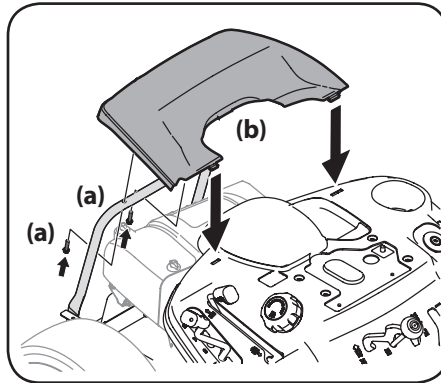

Figure 2-11
1. Retirez les deux vis hexagonales (a) installées en usine situées sur le couvercle du moteur (b). Conservez les vis pour utilisation ultérieure. Voir Figure 2-11.
2. Installez le couvercle de moteur arrière (b) en le plaçant comme illustré à la Figure 2-11. Faites-le basculer vers l'avant pour l'ajuster dans les fentes aménagées, puis inclinez-le vers l'arrière pour aligner les trous de montage.